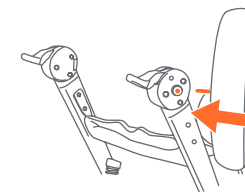

Fig. 2a
- 2) • Inclina el carrito hacia delante y presione el poste de la rueda trasera dentro del cubo del armazón trasero hasta que se trabe y haga clic (Fig. 2a). **Nota:** Tire de la rueda trasera para cerciorarse de que esté sujeta de manera segura al carrito.